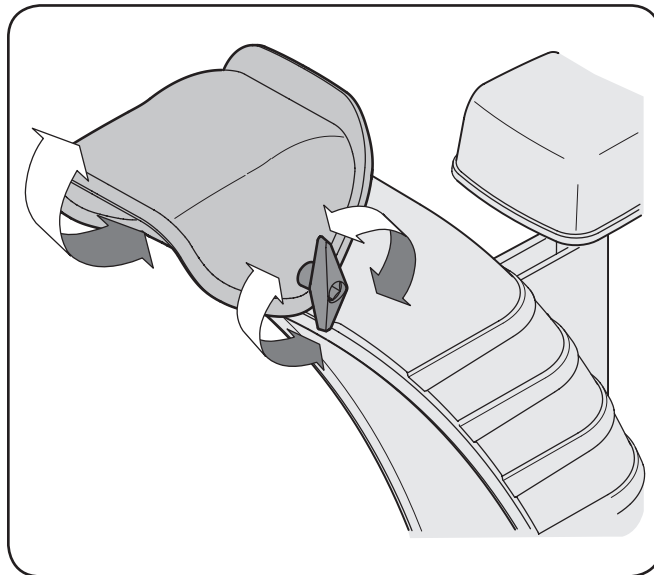

Figure 3-13
3. Girar el canal inclinado hacia arriba o hacia abajo antes de volver a apretar la perilla del ala. Vea el Fig. 3-13.